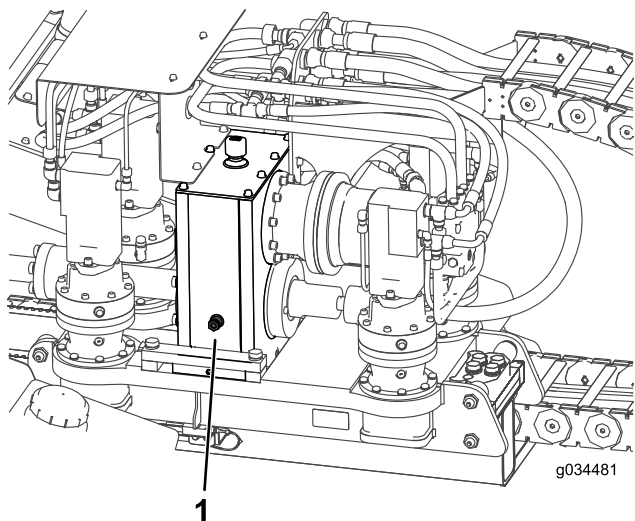

Figura 103
2. Compruebe el nivel del aceite de la mirilla de cada transmisión planetaria del motor de empuje (Figura 103).
3. Retire el tapón del respiradero y coloque aceite en la transmisión planetaria hasta que el nivel del aceite en la mirilla esté al menos lleno hasta la mitad (Figura 103).
2. Compruebe el nivel de aceite de la mirilla de la transmisión de la caja de engranajes (Figura 103).
3. Retire el tapón del respiradero y coloque aceite en la transmisión de la caja de engranajes hasta que el nivel de aceite en la mirilla esté al menos lleno hasta la mitad (Figura 103).
8. Llene la caja de engranajes hasta que el nivel de aceite en la mirilla esté a más de la mitad (Figura 103).